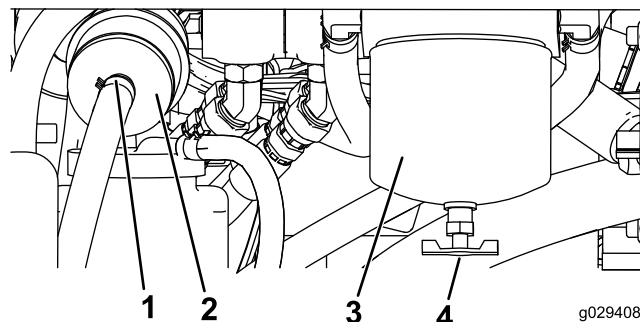

Bild 48
1. Ermitteln Sie den Kraftstofffilter hinten am Motor (Bild 48) und stellen Sie einen sauberen Behälter unter den Filter.
1. Ermitteln Sie den Kraftstofffilter an der rechten Seite des Motors (Bild 48) und stellen Sie einen sauberen Behälter unter den Filter.
2. Reinigen Sie den Anbaubereich der Filterglocke (Bild 48).
3. Entfernen Sie die Filterglocke und reinigen die Kontaktfläche (Bild 48).
5. Drehen Sie die Filterglocke per Hand, bis die Dichtung die Kontaktfläche berührt. Ziehen Sie sie dann um eine weitere 1/2 Umdrehung fester (Bild 48).
6. Ermitteln Sie den Inlinefilter hinter der Kraftstofffilterglocke (Bild 48) und achten Sie auf die Richtung des Flusspfeils an der Seite des Inlinefilters.
7. Öffnen Sie die Klemmen an jedem Ende des Inlinefilters und schieben die Schläuche herunter (Bild 48). Werfen Sie den Filter weg.
8. Schieben Sie die Schläuche auf das Ende des neuen Filters (Bild 48), stellen Sie sicher, dass der Pfeil am Filter in dieselbe Richtung wie am alten Filter zeigt.